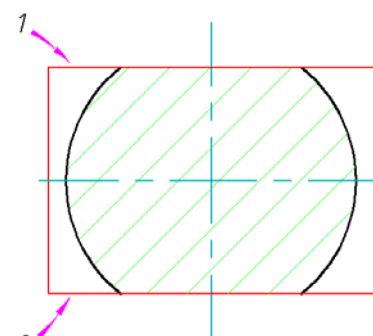

Рис. 4.12
Нужно выбрать мышью граничную кромку (точка 1 на рис. 4.12) и нажать левую клавишу мыши, затем клавишу **Enter** на клавиатуре.
**Шаг 4.** Аналогично обрезать нижнюю часть окружности по граничной кромке 2 (рис. 4.12).